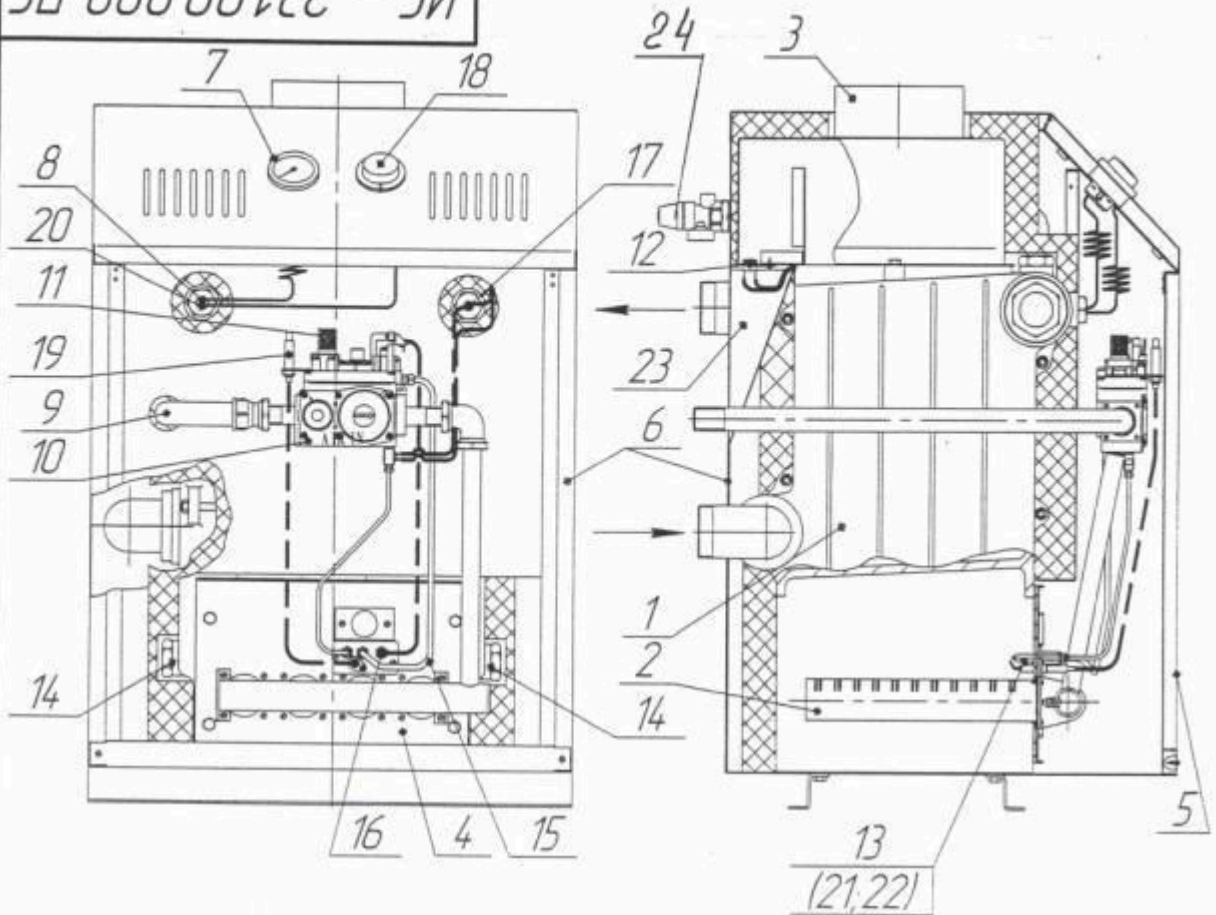

Рис. 2. Конструкция котла.
Конструкция котла представлена на рис. 2.
4.2 Конструкция котла представлена на рис. 2. Котел рис. 2 состоит из следующих основных узлов и деталей: чугунного теплообменника поз.1, листа фронтального поз. 4 с закрепленными на нем трубами горелки поз. 2, газоотвода поз.3, дверки поз. 5, облицовки (кожуха) поз. 6, указателя температуры воды поз. 7 с датчиком поз.8, газоподводящей трубки поз.9. При превышении избыточного давления воды в теплообменнике значения 4 кг/см² срабатывает предохранительный клапан поз. 24, сбрасывая воду в канализацию до уменьшения давления в теплообменнике.
Автоматика котла состоит из комбинированного газового клапана поз. 10, регулируемого термостата поз. 18 с датчиком поз. 20, предельного термостата с датчиком тяги поз. 17, датчика тяги поз. 12, блока запальной горелки поз. 13, установленного на фронтальном листе поз. 4. Блок пилотной горелки, рис. 2а, включает в себя запальную горелку, термопару поз. 21, милливольтный
Рис. 2а. Схема расположения горелки запальной относительно основной.
5.6 Перед началом монтажа необходимо провести расконсервацию котла, проверить правильность его сборки в соответствии с рис. 1 и рис. 2А, и убедиться в надежном и полном закреплении всех деталей и сборочных единиц.